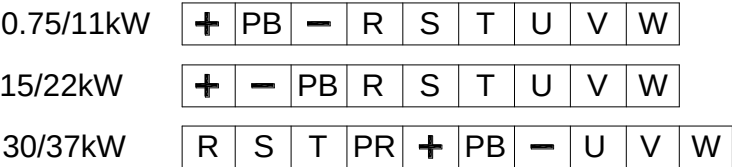

图 3-4 三相主回路端子布置图
- a) 模拟输入端子: 因微弱的模拟电压信号特别容易受到外部干扰, 所以一般需要用屏蔽电缆, 而且配线距离尽量短, 不要超过 20m, 如图 3-4。在某些模拟信号受到严重干扰的场合, 模拟信号源侧需加滤波电容器或铁氧体磁芯, 如图 3-5。